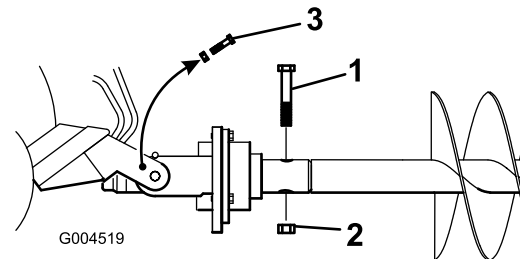

Bild 8
9. Befestigen Sie den Erdbohrer mit einer Schraube (7/8" x 4-1/2") und einer Mutter (7/8") am Antriebskopf (Bild 8).
10. Nehmen Sie die Schrauben und Muttern von den Wiegearmen ab, die Sie ggf. in den Schritten Bild 1 und Bild 8 montiert haben.